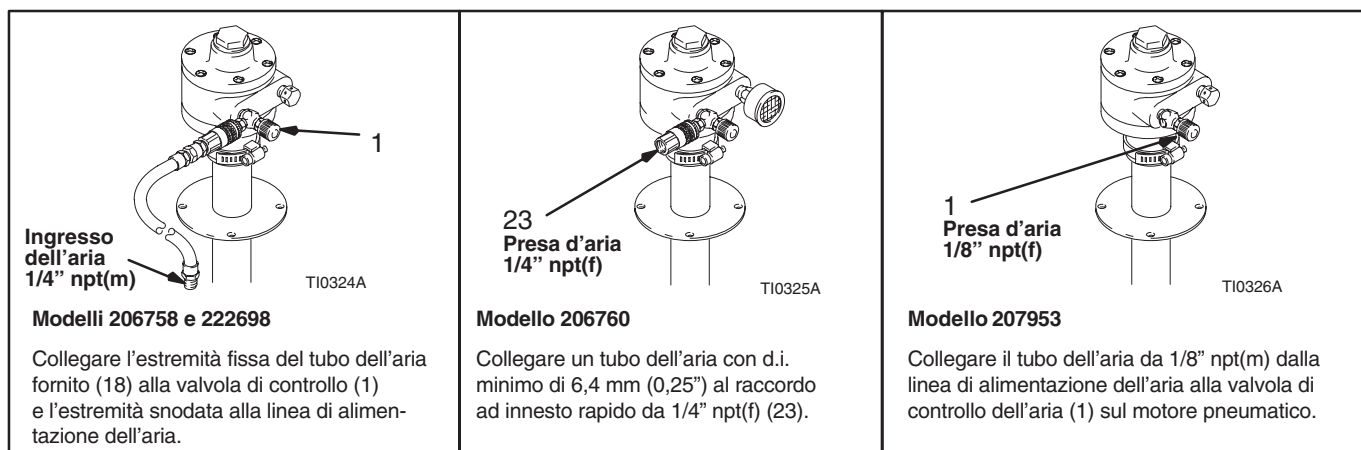

Fig. 2
**NOTA:** Fare riferimento alla sezione **Schema delle dimensioni e Disposizione dei fori di montaggio** a pagina 12. Vedere Fig. 2 per i collegamenti dei tubi dell'aria.